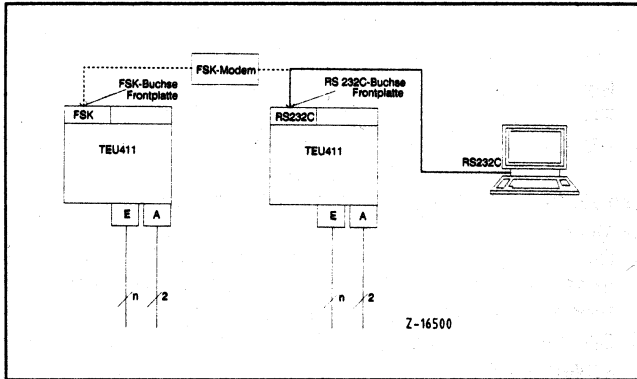

Bild 11 Meßumformer mit RS-232-C-Schnittstelle oder FSK-Schnittstelle
- Bild 11: für Meßumformer (19"-Steckkarte, Aufbaugeschütz IP 20 und Feldgehäuse IP 54) mit RS-232-C-Schnittstelle oder FSK-Schnittstelle),